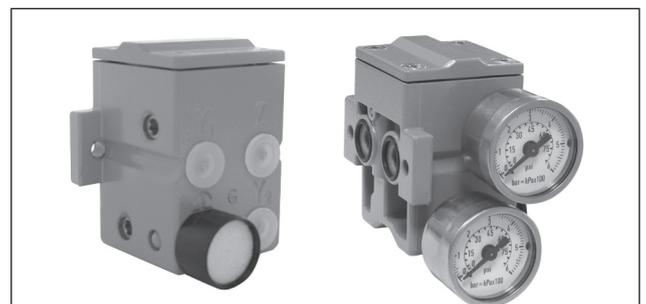

Fig. 1: Amplificador inversor Tipo 3710 sin y con dos manómetros
- **Tipo 3710** (Fig. 1) · Amplificador inversor con conexiones para manómetros en la parte frontal y en la parte posterior
- Tipo 3710 con dos manómetros como accesorios para Y_1 y Y_2 (ver Fig. 1)